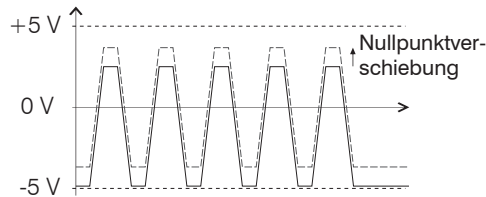

Abb. 15 Ausgangssignal am Controller, optimaler Nullpunkt
- ➡ Verschieben Sie mit Hilfe des Potentiometers „Zero“ den Nullpunkt, bis sich ein symmetrisches Ausgangssignal einstellt, siehe Abb. 15.